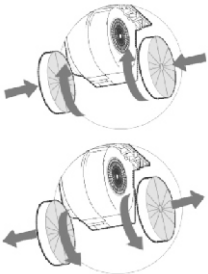

рис. 8
- угольные фильтры (рис. 8) устанавливаются на защитные решетки корпуса вентилятора;